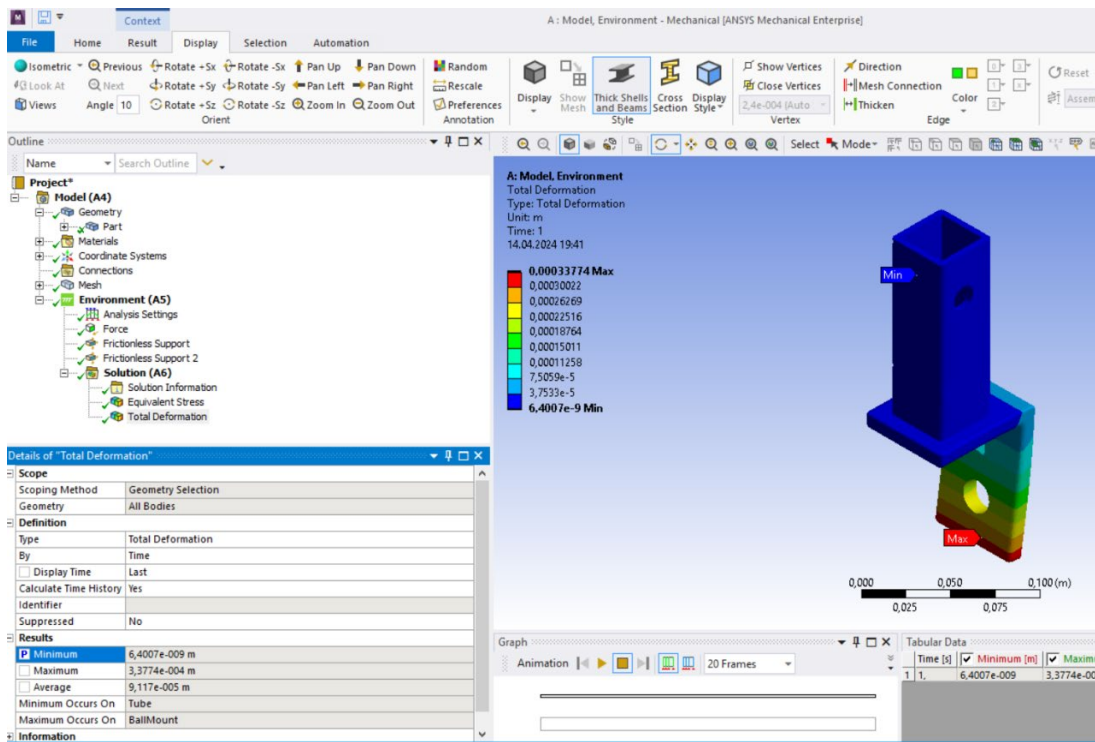

Рисунок 12 – Определение максимальных деформаций в качестве выходного параметра
9. В том же разделе Solution выбираем Total Deformation и также ставим флажок на ячейку Maximum, чтобы определить выходным параметром максимальные деформации (рисунок 12).